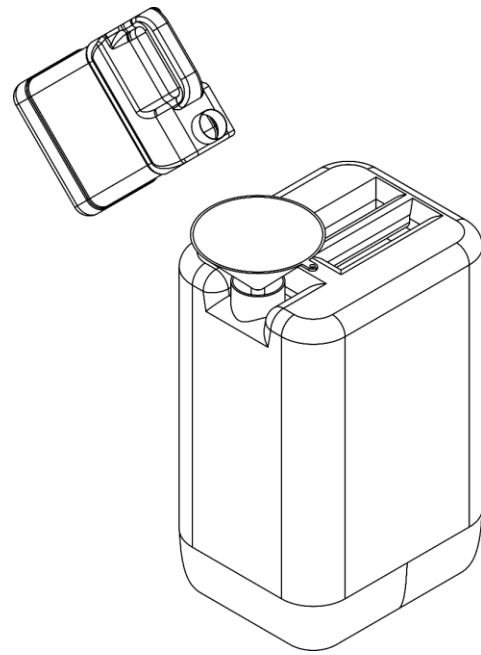

Fig. 17
- 05) Gebruik een trechter om de mistvloeistof uit de tank in de originele jerrycan van mistvloeistof te gieten, zoals getoond in Fig. 17.